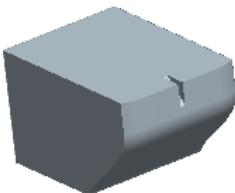
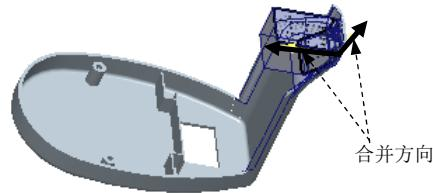

图 26.19 合并面组
图 26.20 合并方向
Step2. 将上步创建的复制 2 与拉伸 1 进行合并，如图 26.19 所示（为便于查看合并面组，将参考模型遮蔽）。
- (1) 按住 Ctrl 键，选取复制 2 与拉伸 1。
- (2) 单击**分型面**功能选项卡 **编辑** ▶ 区域中的 合并 按钮，系统弹出“合并”操控板。
- (3) 调整合并面组的方向，如图 26.20 所示。
- (4) 在“合并”操控板中单击 \checkmark 按钮。
- (5) 在“分型面”选项卡中单击“确定”按钮 \checkmark ，完成分型面的创建。